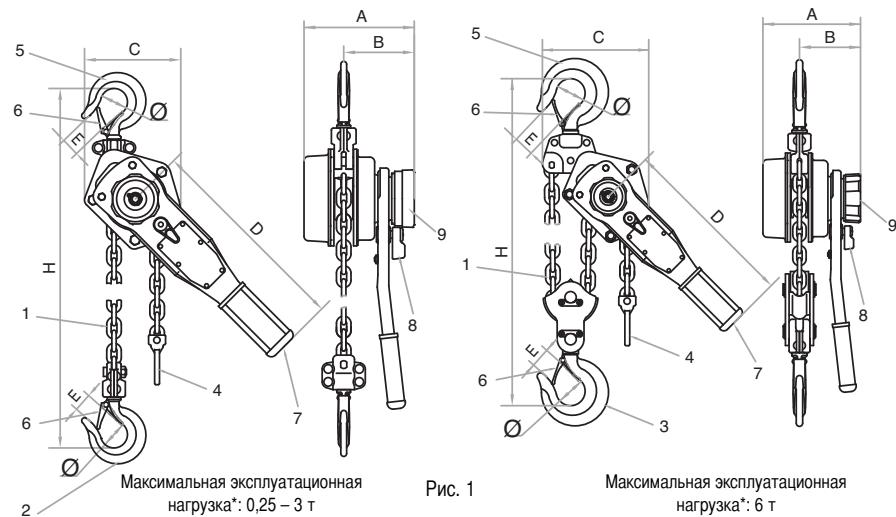
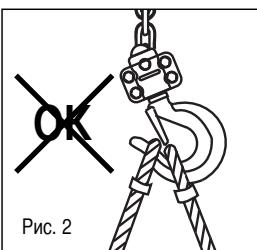

Рис. 1
Рис. 2
bravo™ представляет собой ручной цепной талль для подъема, тяги или натягивания, подвешенный к фиксированной точке крепления или к подвижной тележке. Информацию о подвесных тележках можно получить, обратившись в фирму TRACTEL®. Талль bravo™ – это надежное оборудование, изготовленное из высококачественных материалов. Компактный легкий механизм легко устанавливать. Талль bravo™ поставляется с подъемной цепью (схема 1, рис. 1) стандартной длины 1.50 м. Подъемная цепь для моделей 0.25 – 3 т состоит из одной ветви, на конце которой находится подъемный крюк (схема 2, рис.1). Подъемная цепь модели 6 т состоит из двух ветвей и одного подъемного крюка с обоймой (схема 3, рис. 1).
Свободный конец цепи снабжен нижним ограничителем хода (схема 4, рис. 1).
подвешен на крюк подвески (схема 5, рис. 1), и что предохранитель крюка (схема 6, рис. 1) надежно закрыт (см. рис. 2 и 3).
1. элемент крепления груза надежно сидит на крюке и не мешает закрытию предохранителя (см. рис. 2 и 3).
Управление талем bravo™ осуществляется за счет рычага (схема 7, рис. 1), который оператор двигает туда и обратно, чтобы поднять, опустить или потянуть груз.
2. Поставить рычаг переключения (схема 8, рис. 1) движения в положение "0".
3. Без груза, повернуть колесо (схема 9, рис. 1) управления против часовой стрелки и открыть тормоз; цепь свободна.